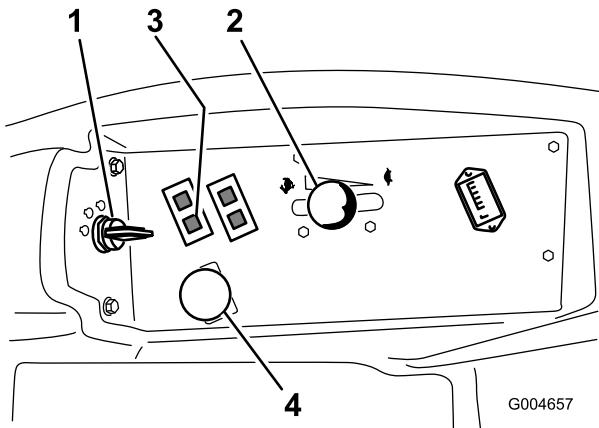

Figura 16
4. Mueva el interruptor de la toma de fuerza (TDF) a la posición de Desengranado (Figura 16).
- Ponga la palanca del acelerador en un punto intermedio entre las posiciones Lento y Rápido (Figura 16).